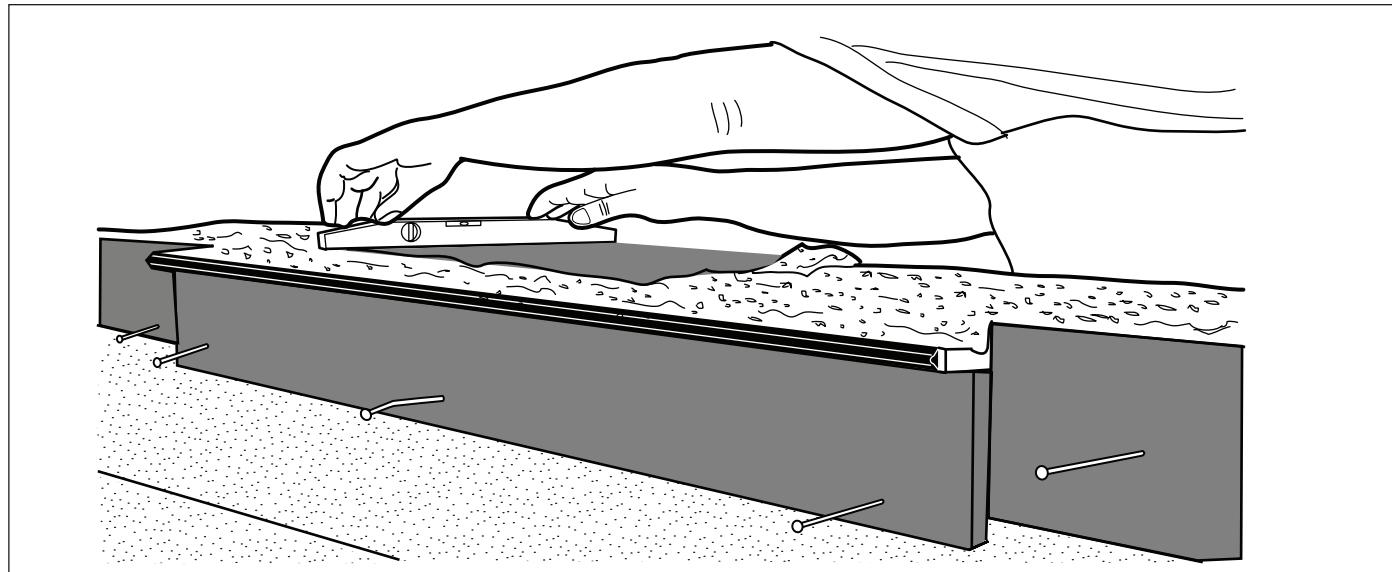

Figure 8. Lisser la surface en allant vers l'arrière de la cascade
4. Appliquer 1,6 cm (5/8 pouce) de finition de ciment sur le dessus, les côtés et l'arrière de la cascade pour encastre l'unité. Incliner la surface supérieure légèrement vers l'arrière, $\frac{1}{4}$ de bulle sur le niveau. Se référer à la Figure 8.